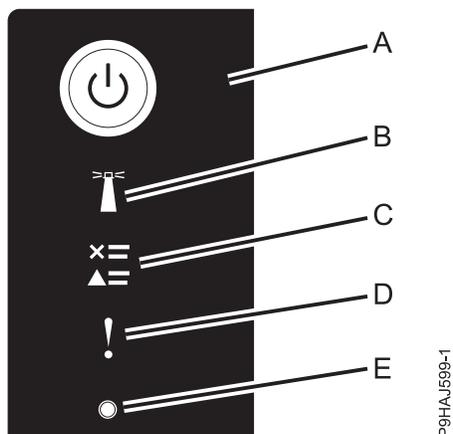

Figura 7. LED de panel de control
- El LED de alimentación (A), tal como se muestra en la figura siguiente, parpadea.
3. Pulse el botón de encendido (A) en el panel de control, tal como se muestra en la Figura 7.